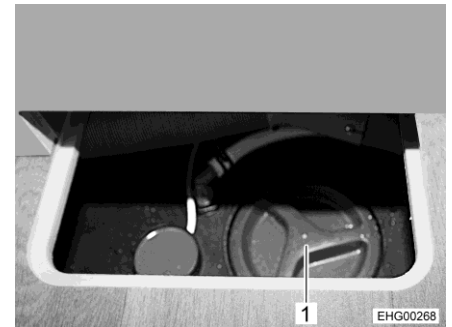

Bild 142 Abwassertank
- Reinigungsöffnung (Bild 142,1) am Abwassertank öffnen.
- Reinigungsöffnung (Bild 142,1) am Abwassertank schließen.